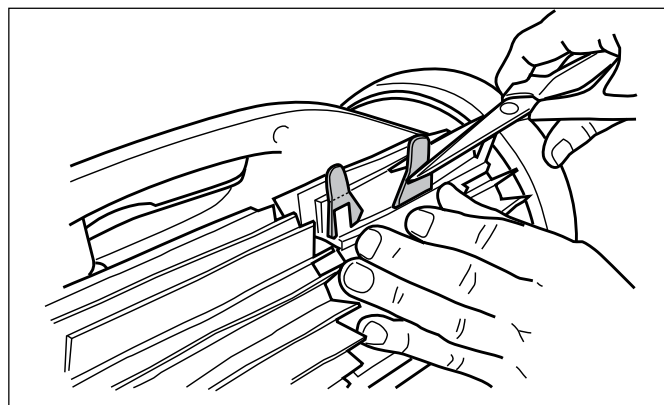

Figure 34. Couper les onglets
5. Utiliser des ciseaux pour couper les onglets à 19 mm (3/4 po) du talon, à condition qu'ils ne dépassent pas les pointes (Figure 34).